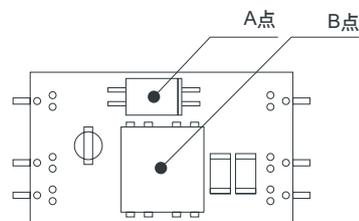

图8.7 强制风冷时的温度测量点
①SU3
■强制风冷时,应充分通风,确保图8.7中A点的温度不超过115°C、B点的温度不超过120°C。